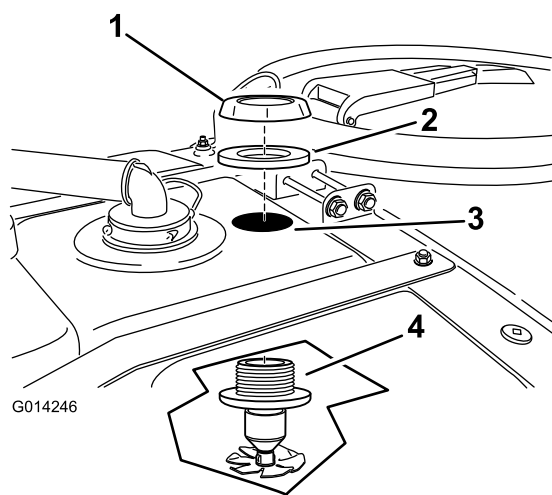

Figura 15
2. Instale un conjunto de boquilla a través del taladro perforado (Figura 15).
3. Instale la junta y la tuerca de plástico con arandela prensada sobre la rosca expuesta del conector estanco situado encima del depósito (Figura 15). Asegúrese de que la junta queda bien asentada entre la tuerca de plástico y la superficie del depósito.